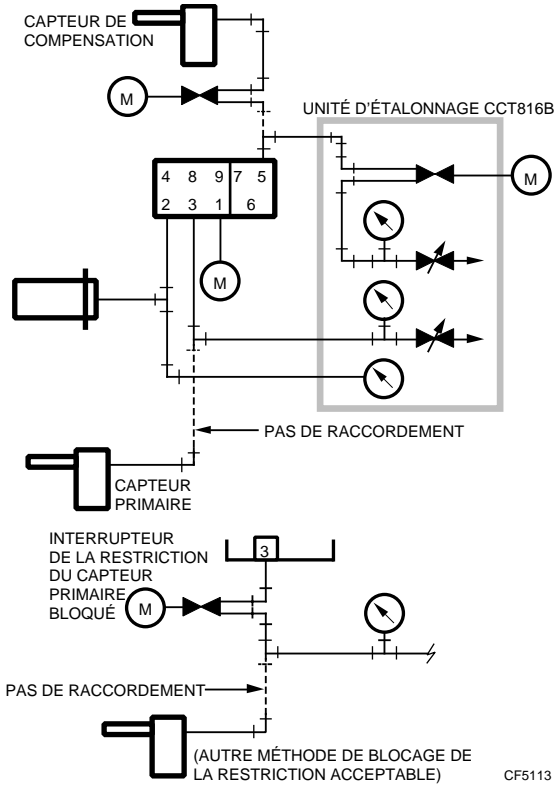

Fig. 12. Raccordement des canalisations pour l'unité CCT816B servant à l'étalonnage de l'autorité (A_C) du RP920B.
13. Fixer l'unité d'étalonnage CCT816B (Fig. 12) à l'orifice 3 (capteur primaire) et à l'orifice 5 (capteur de compensation).